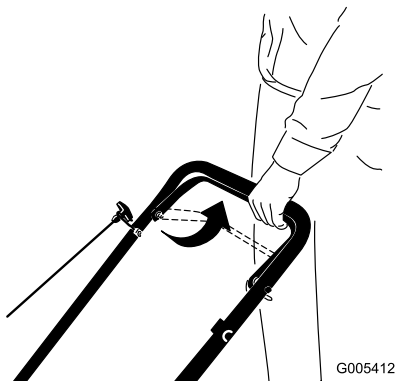
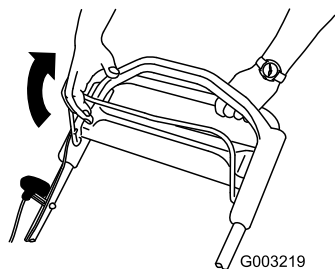

Figura 15
Figura 16
3. Sujete la barra de control de la cuchilla contra el manillar (Figura 15) o (Figura 16).